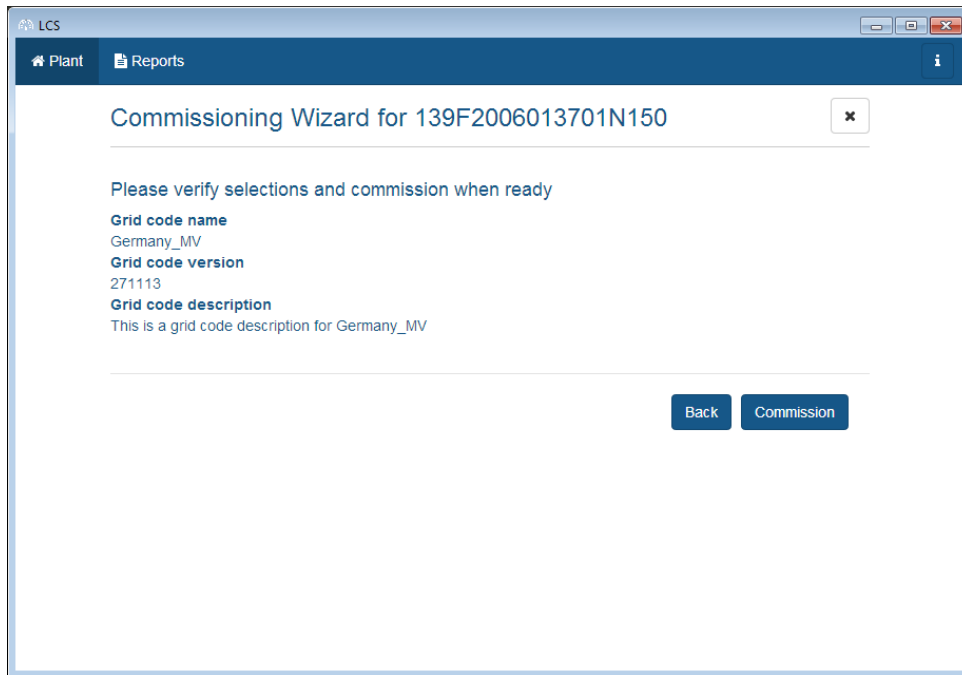

Abbildung 3.8 LCS-Tool - Überprüfung des Landes und des Grid-Codes
7. Das LCS-Tool fordert zur Bestätigung des ausgewählten Landes und des Grid-Codes auf. Siehe *Abbildung 3.8*. Eine falsche Konfiguration kann mittels der Schaltfläche ‚Zurück‘ und der Änderung der Einstellungen im vorherigen Fenster geändert werden.